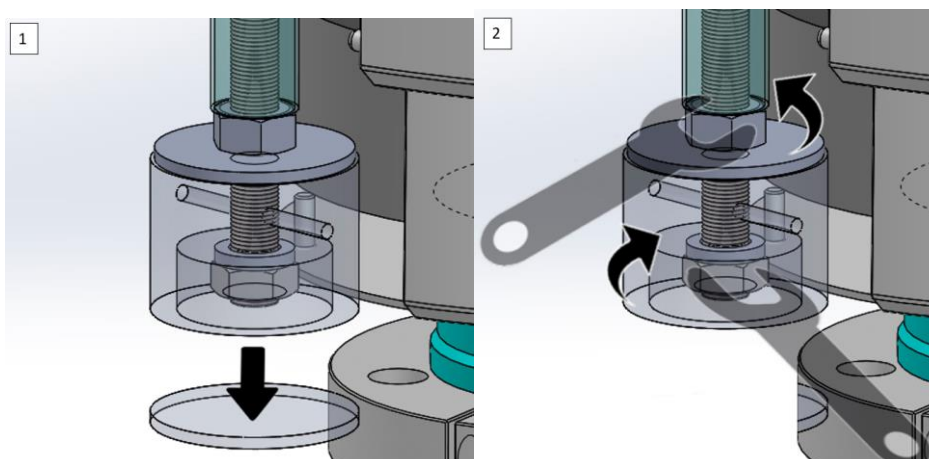

Fig.22 Réglage du frein de course. Desserrez les éléments et positionnez
1. Localisez le couvercle au bas de l'actionneur du frein de déplacement et retirez-le à l'aide d'un outil à lame plate tel qu'un tournevis. Image à gauche dans la figure 22.
2. Desserrez les deux écrous comme indiqué dans l'image de droite de la figure 22.